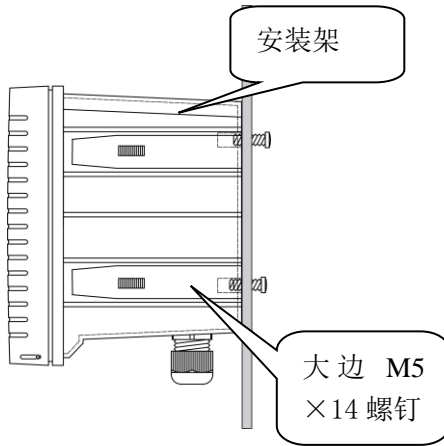

图 4.2.4
(2) 将安装架安装在仪器下壳上，然后用大边 M5×14 的螺钉紧固好，再把安装支架固定到墙面或其它安装安装物上；如下图 4.2.4 所示：